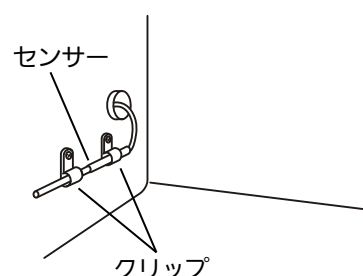

図 8
7. 記録計取付金具（MPR-S7）に同梱されているクリップを用いて、フリーザー用の自記温度記録計のセンサーをフリーザー左側面の取付孔に固定してください〔図 8〕。